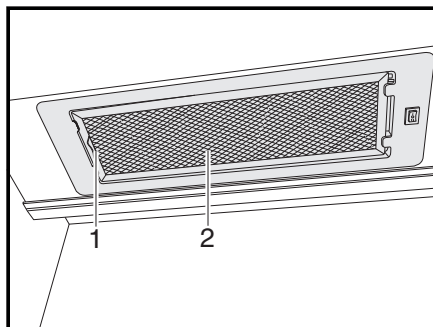

Fig. 166 Cappa di aspirazione
- Spingere la leva (Fig. 166,1) verso l'interno.
- Rimuovere il filtro (Fig. 166,2) dal basso.